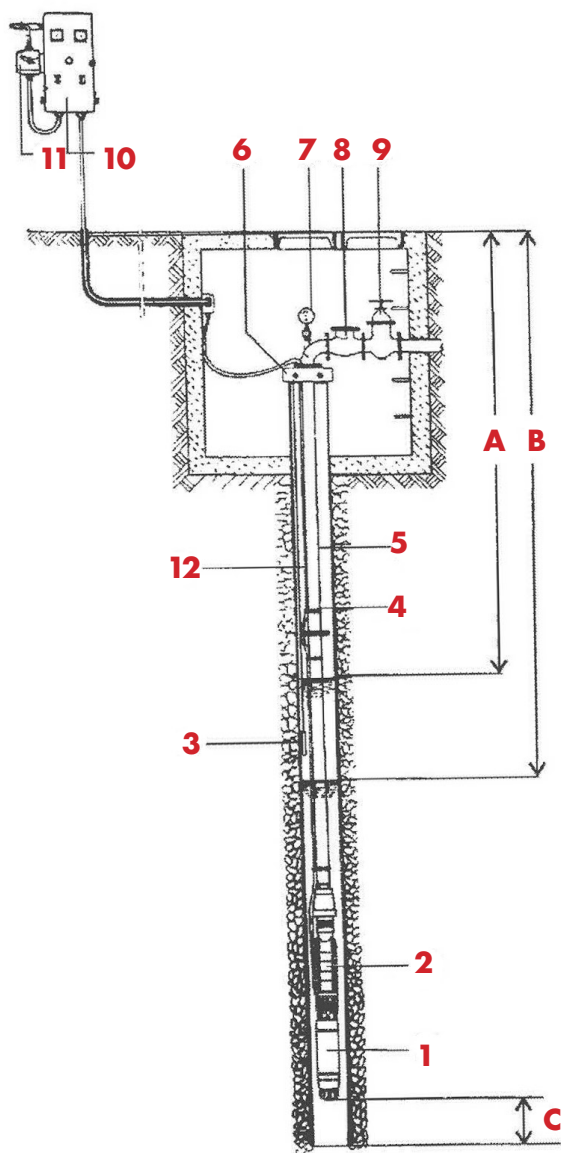

Fig. 2
- Estacionario con tubería fija (véase la Fig. 2 de la página siguiente) o estacionario con tubería flexible.
- Monte la línea de presión en la conexión de la línea de presión (4), p.10.
- Fije el cable de alimentación (3) a la línea de presión con bridas.
- Antes de sumergir el dispositivo en pozos y fosas, fije una cuerda adecuada a las correas de la cuerda (5).